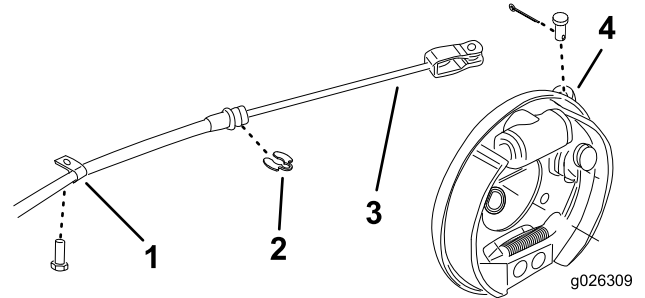

Figura 2
2. Retire las chavetas y los pasadores que sujetan los cables del freno de estacionamiento a las palancas de freno de las ruedas traseras (Figura 2).
3. Retire las abrazaderas en R y los clips de retención que sujetan los cables de freno al bastidor (Figura 2).